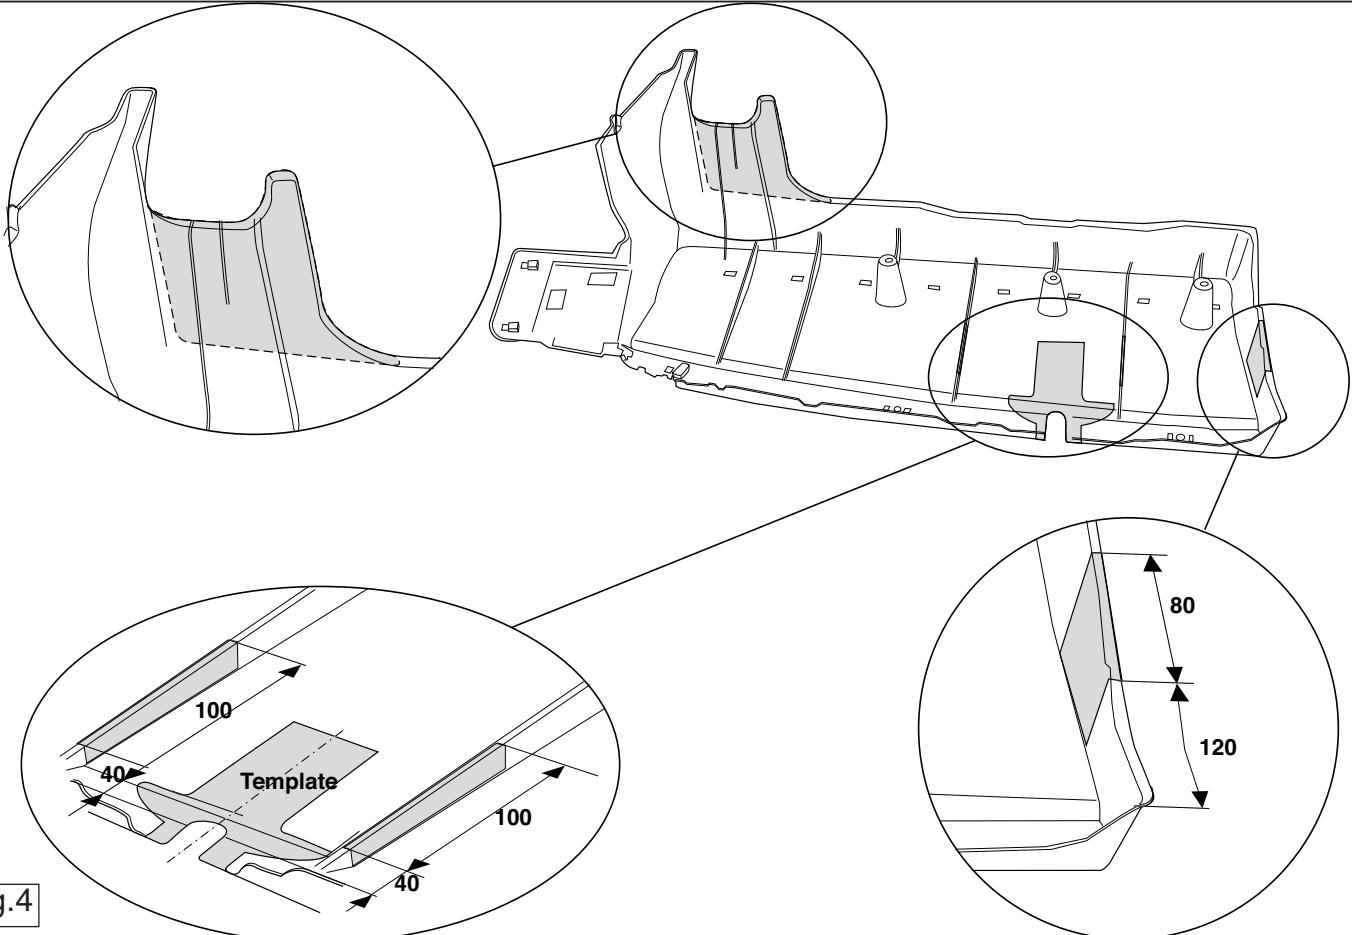

Fig.4
- Выпилить обозначенные части, как указано на рис. 4.